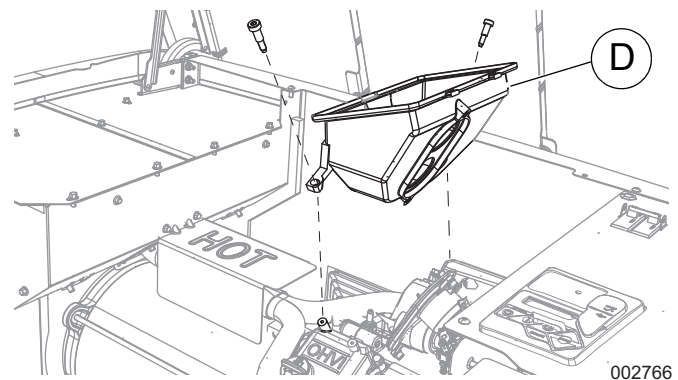

Figure 7. Retrait de la base de la boîte à vent (modèles de 11 à 22 kW)
2. Voir la Figure 7. Dévissez et retirez la base de la boîte à vent (D).